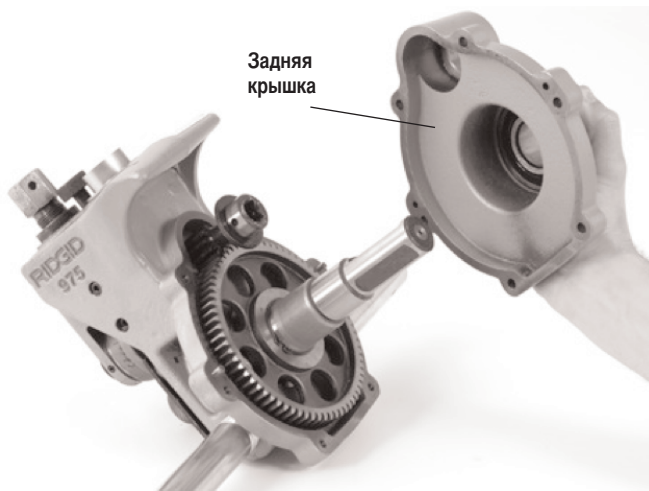

Рисунок 18 – Снятие задней крышки
2. Снимите заднюю крышку (См. рис. 18).